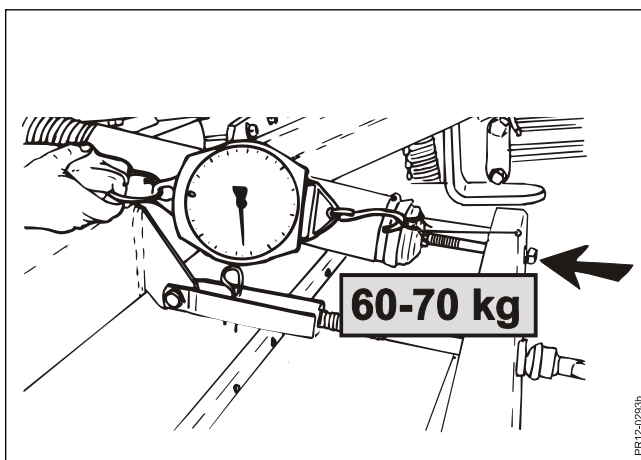

Fig. 3-15
- Fig. 3-15** Mit **ca. 60-70 kg** an jeder Seite anfangen.